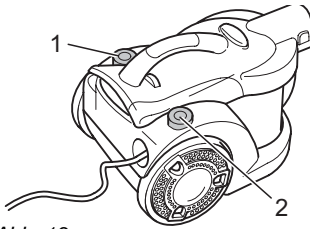

Abb. 13
1. Schalten Sie den Bodensaugers am Ein-/Aus-Schalter (Abb. 13/1) aus und ziehen Sie den Stecker aus der Steckdose.
3. Drücken Sie die Kabelaufrolltaste (Abb. 13/2), um das Stromkabel einzuziehen.